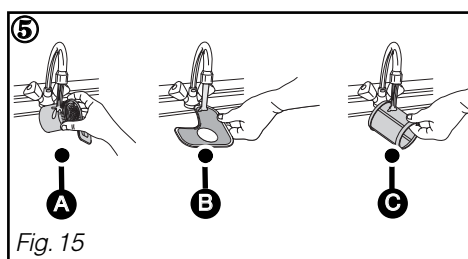

Fig. 15
- ② Dévissez d'un quart de tour le filtre à déchets puis le retirer Ⓐ .
- ③ Retirez le filtre principal Ⓑ .
- ④ Retirez le tamis micro filtre Ⓒ .
⑤ Nettoyez soigneusement les filtres Ⓐ , Ⓑ et Ⓒ sous l'eau courante. (Fig. 15)